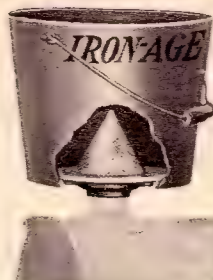

Fig. 336
- Fig. 336—Bucket Strainer.....